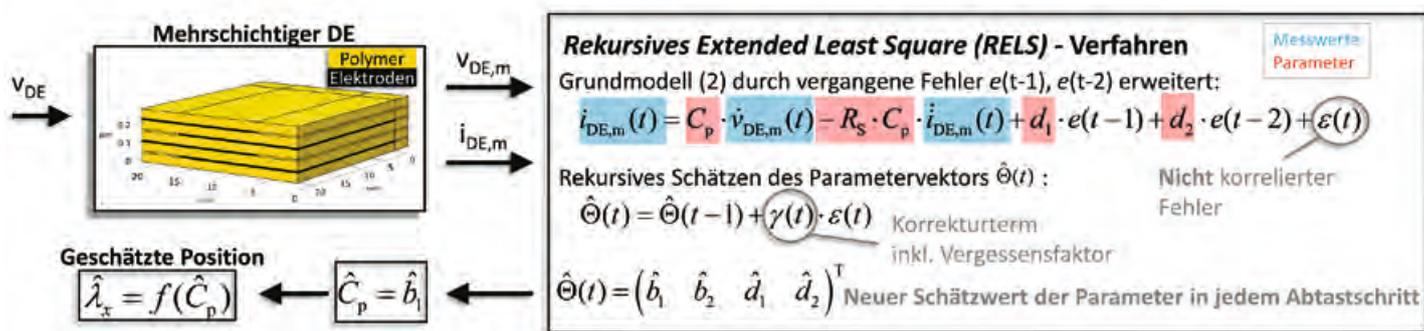

Abb. 3: Schematischer Signalfluss für die Positionsschätzung mittels Rekursiven Extended Least Square (RELS)-Verfahrens.
wobei nach Abb. 1c  $i_{DE,m}$  und  $v_{DE,m}$  den gemessenen Strom und die Spannung,  $C_p$  die Kapazität und  $R_s$  den Serienwiderstand des DE-Sensors darstellen. In Gleichung (2) wird jeweils eine zeitliche Änderung von Strom und Spannung gefordert. Um nicht nur bei der Sollwertänderung eine Schätzung zu ermöglichen, wird der Hochspannung ein Sinus mit vergleichsweise kleiner Amplitude überlagert. Für die Identifikation des Parameters  $C_p$  wird das „Rekursive Extended Least Square“-Verfahren [1] mit variablem Vergessensfaktor angewendet (siehe Abb. 3). Der Algorithmus muss dabei so gestaltet sein, dass pro Abtastschritt (180  $\mu\text{s}$ ) mit dem Mikrocontroller der Elektronik eine neue Schätzung in Echtzeit für die zeitlich veränderlichen Parameter vorliegt.